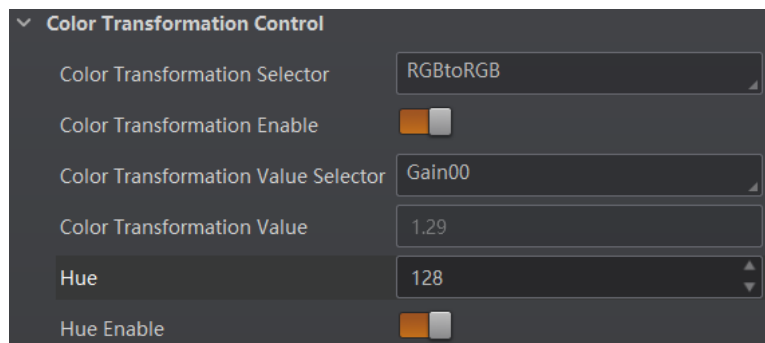

图7-40 调节色调
3. 在 *Hue* 参数中输入需要设置的数值，参数范围为 0~255，如图 7-40 所示。